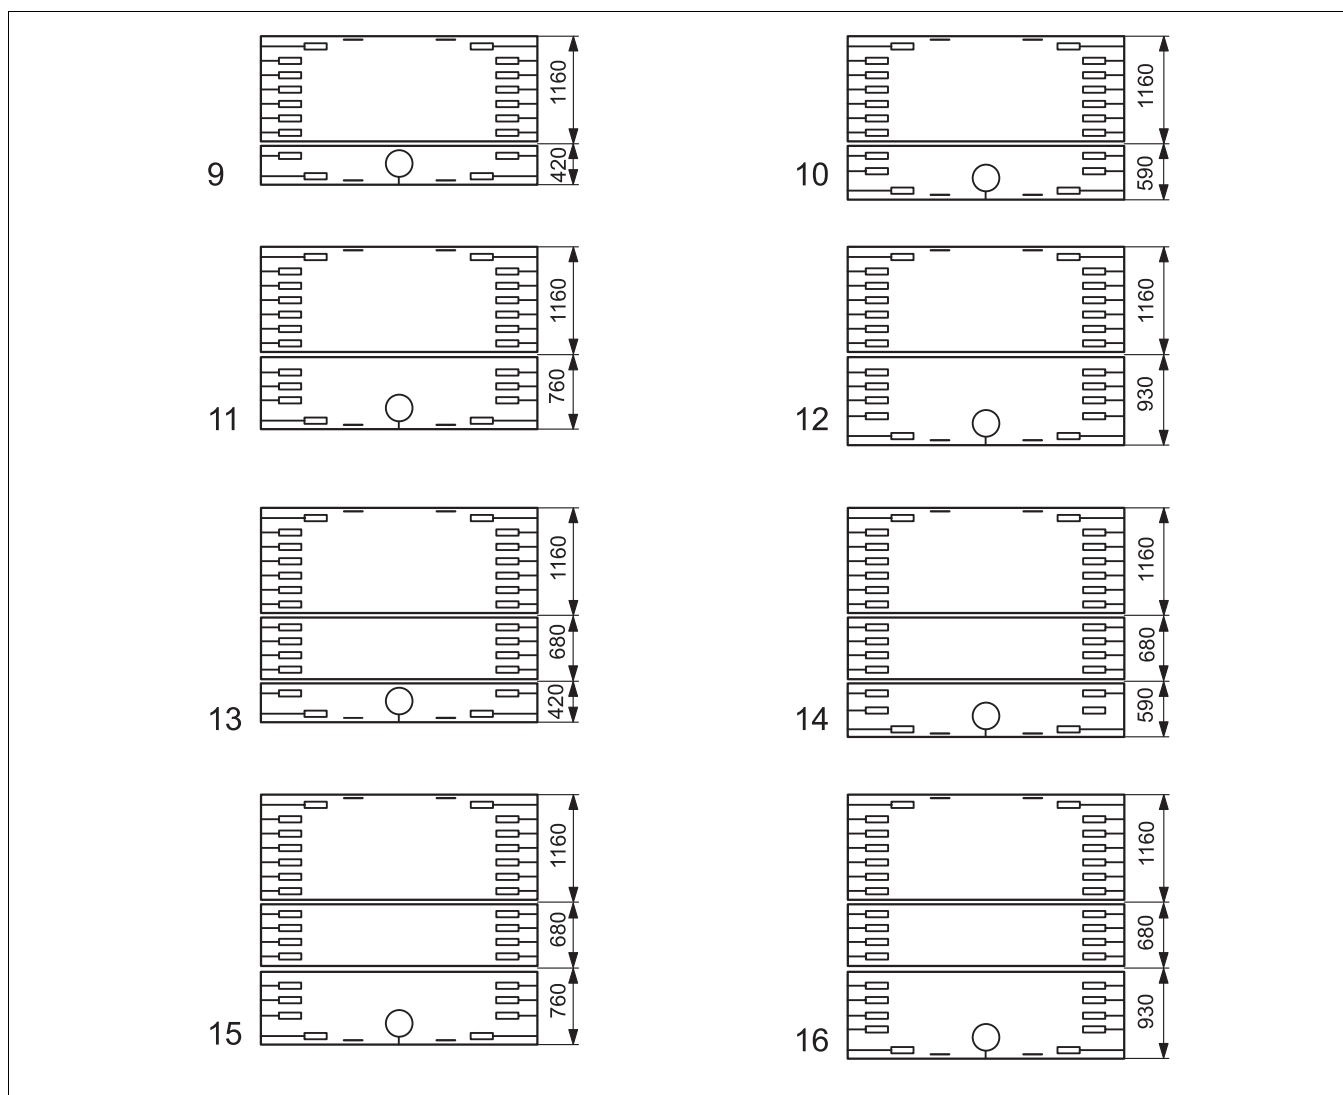

Fig. 38 Isolamento termico per le varie grandezze caldaia (misura in mm)
- Disporre l'isolamento termico sul blocco caldaia secondo lo schema riprodotto in → fig. 38 (le cifre indicate a sinistra dei blocchi caldaia, rappresentati dall'alto, corrispondono al numero degli elementi).